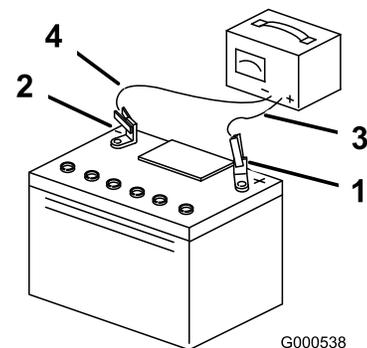

Figure 84
- Quand la batterie est chargée au maximum, débranchez le chargeur de la prise, puis débranchez les fils du chargeur des bornes de la batterie (Figure 84).